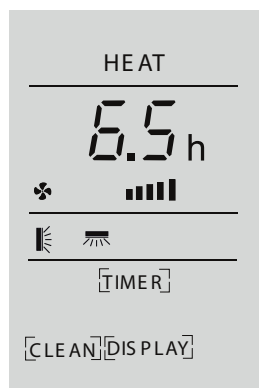

Рисунок 2
3. Кнопками **[UP]** и **[DOWN]** установите необходимое время через которое кондиционер отключится (см. рисунок 2).
3. Кнопками **[UP]** и **[DOWN]** установите необходимое время через которое кондиционер включится (см. рисунок 2).